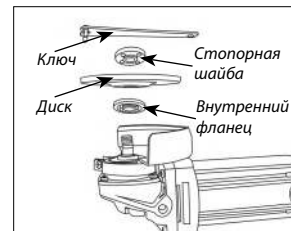

Рис. 3
1) Установите внутренний фланец на шпindel. Наденьте круг на внутренний фланец и накрутите стопорную гайку на шпindel. (Рис. 3).